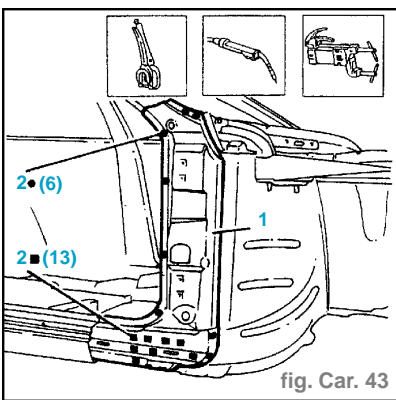

fig. Car. 43
- Positionner en utilisant les trous exercés précédemment et bloquer le renfort montant sur la voiture (1) (fig. Car. 43).